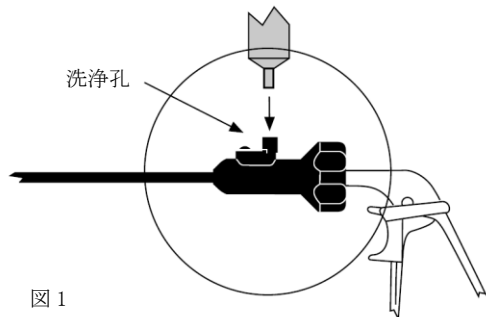

図1
- (1) 回転ノブを有する鉗子は、ハンドルを用いて先端把持部を開いておくこと。
- (2) 脱イオン水もしくは蒸留水を用いて洗浄し、異物を取り除くこと。中性洗剤や酵素系クリーナーを用いて手洗いをすること。洗浄孔から洗浄液を注入し、全ての管路を完全にフラッシュすること。(図1)
- (3) 柔らかいナイロン製のブラシを使用し、異物が残らないようによく手洗いすること。酵素系クリーナーを用いて徹底的にフラッシュし、洗浄孔に水を注入してシャフト内の管路に詰まりを起こさせる異物や血液を取り除くこと。異物が取り除かれるまでフラッシュを続けること。(図1)